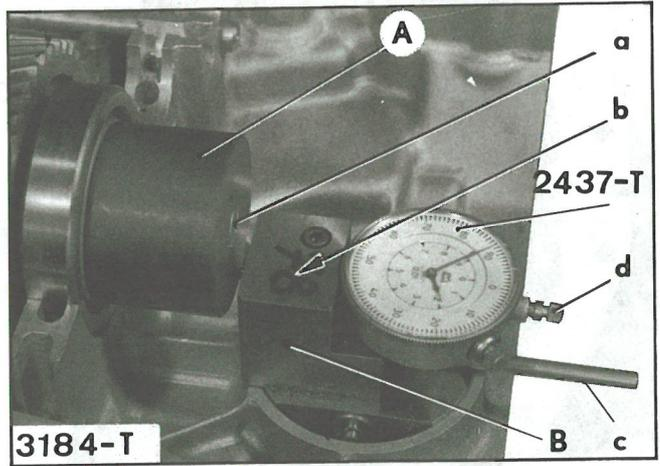

Figure 3
- b) Monter la coiffe A de l'ensemble 3184-T comme indiqué sur la figure 3. La maintenir à l'aide de la vis « a » vissée dans le bouchon plastique (1).